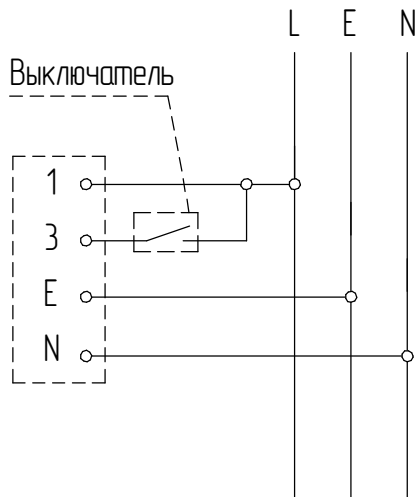

Рисунок 6 - Схема подключения светильника к сети
5.4 Подключение светильника производить согласно схеме (см. рисунок 6). Подключите фазовый провод некоммутированной сети освещения (т.е. между фидером и светильником не должно быть никаких выключателей, кроме автоматов защиты) к клемме 1, а фазовый *провод коммутированной сети* к клемме 3.